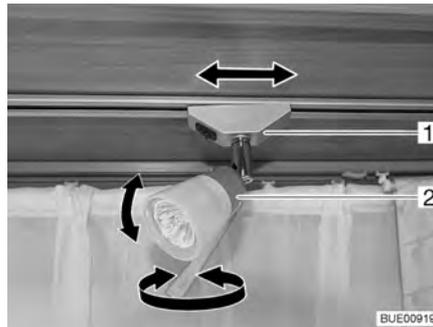

Fig. 49 Foco
**Girar:** ■ Coger la carcasa (Fig. 49,2) y girarla.
**Desplazar:** ■ Agarrar el soporte (Fig. 49,1) y girarlo aprox. 45°.
**Retirar:** ■ Agarrar el soporte (Fig. 49,1) y girarlo 90°.